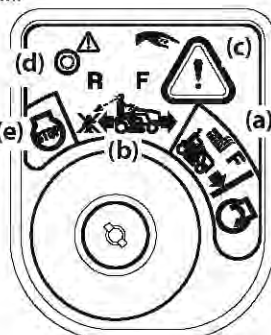

Figura 28
2. Gire la llave de encendido de la posición CORTE NORMAL (a) a la posición MODO PRECAUCIÓN MARCHA ATRÁS (b) del interruptor de encendido. Consulte la Figura 28.
3. Presione y sostenga el BOTÓN MODO PRECAUCIÓN MARCHA ATRÁS (c) que está en la esquina superior derecha del módulo de encendido durante 3 segundos. La luz indicadora roja (d) que está en el ángulo superior izquierdo del módulo de encendido se mantendrá ENCENDIDA mientras esté activada. Consulte la Figura 28.
4. Una vez activada (luz indicadora ENCENDIDA), se puede operar el tractor en marcha atrás con la PTO (enganche de cuchillas) en la posición acoplada (ON).